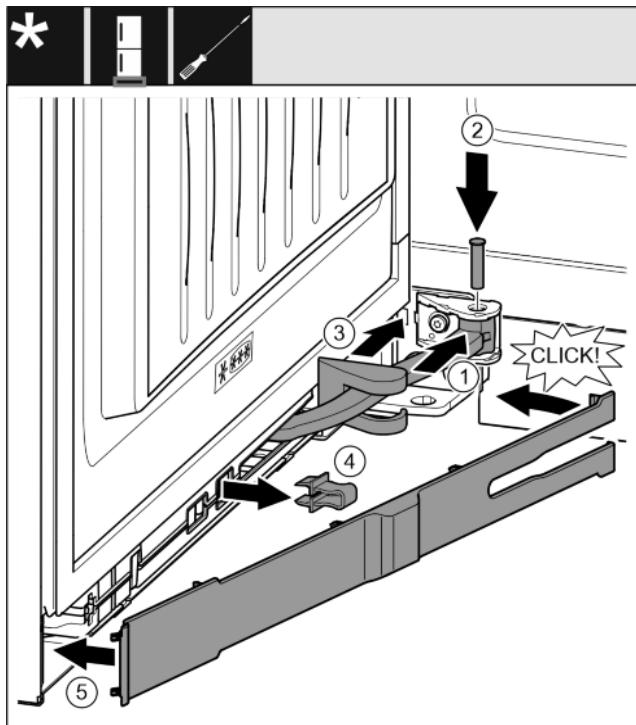

Fig. 37
- ▶ Okrenite zglob u ovjesu. Fig. 37 (1)
- ▶ Pomoću odvijača T15 stavite svornjak u ovjes i zglob. Pritom pazite da ispuštanje za blokiranje ispravno dosjedne u utor. Fig. 37 (2)
- ▶ Pomaknite pokrov podloška ležaja uzduž zgloba i montirajte ga iznad ovjesa. Fig. 37 (3)
- ▶ Skinite osigurač. Fig. 37 (4)
- ▶ Postavite masku na strani prianjanja i zakrenite ju prema unutra. Fig. 37 (5)